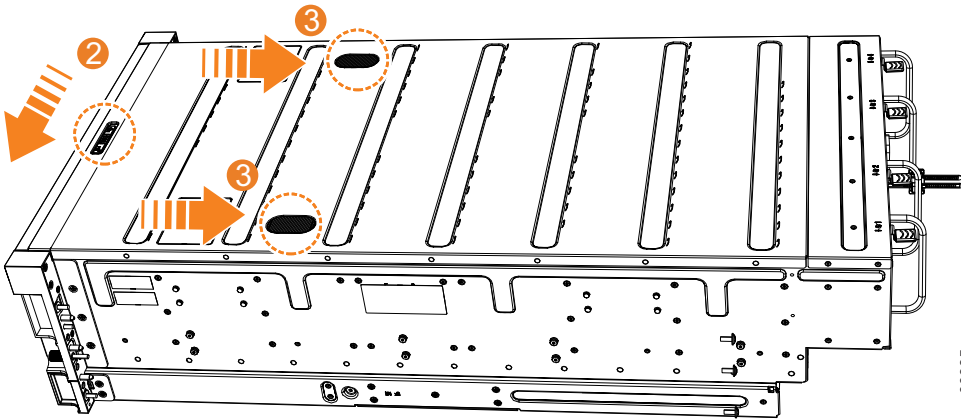

Abbildung 79. Obere Abdeckung von 2145-92F einbauen
2. Drücken Sie den Lösehebel der Abdeckung zur Seite ( **2** in Abb. 79 auf Seite 85).
3. Schieben Sie die Abdeckung bis zum Anschlag zur Rückseite des Gehäuses zurück ( **3** in Abb. 79 auf Seite 85).